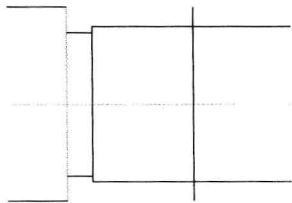
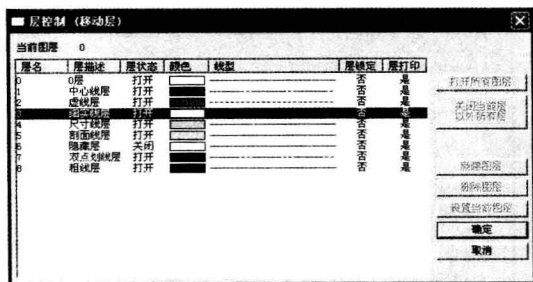

图1-14 平行线
图1-15 改变线型
⑧ 单击工具栏上 “平行线”按钮，拾取图示直线，在按钮行输入距离“15”，按“Enter”键，结果如图1-14所示，单击 “移动层”按钮，拾取刚完成的平行线，单击鼠标右键在对话框中选择“细实线层”，如图1-15所示，单击“确定”按钮，这样将粗实线变为细实